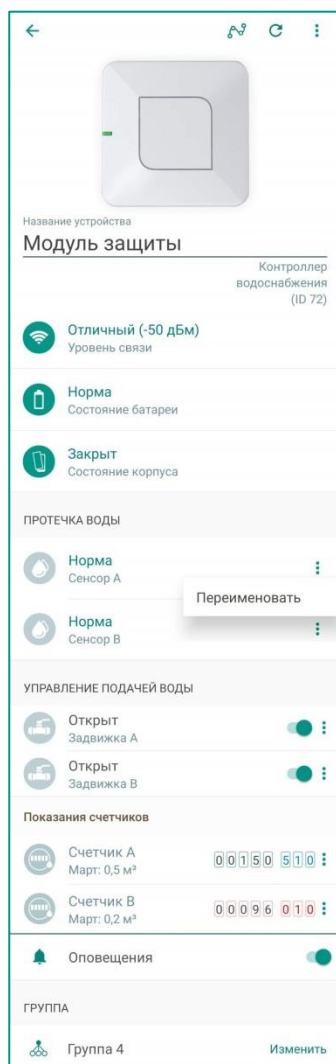

Рисунок 12.5 – Экран настройки модуля
- Нажмите на кнопку вызова меню (в виде трех точек), расположенную в правой части строки с названием сенсора или ШЖП, и выберите пункт *Переименовать* (см. рисунок 12.5).